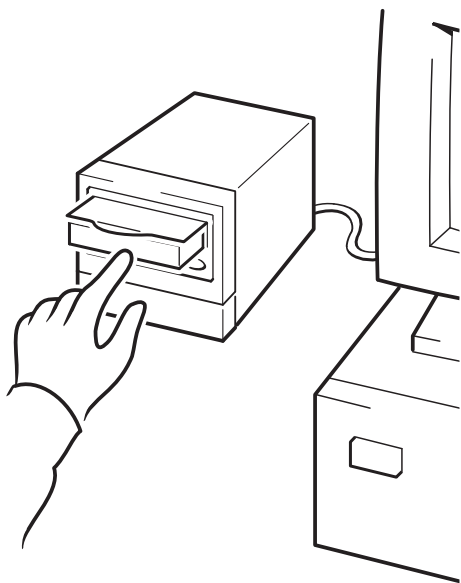

Figura 10a: usando o HP OBDR, etapa 1
- 1 Insira o mais recente cartucho reiniciável na unidade de fita (veja figura 10a). O cartucho deve ser gravados por um aplicativo de backup que grave dados na fita em formato de CD-ROM.